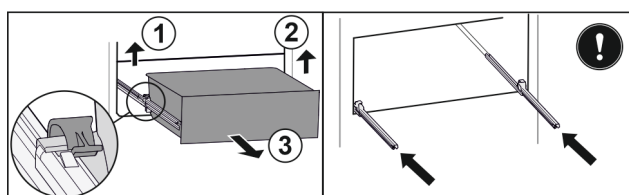

Fig. 206
- Sollevare il morsetto sinistro e allo stesso tempo tirare in avanti il cassetto sinistro. Fig. 206 (1)
- Sollevare il morsetto destro e allo stesso tempo tirare in avanti il cassetto destro. Fig. 206 (2)
- Rimuovere il cassetto tirandolo in avanti. Fig. 206 (3)